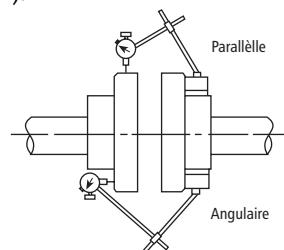

Figure 2
- On DOIT vérifier l'alignement avant la mise en service de la pompe (fig. 2).